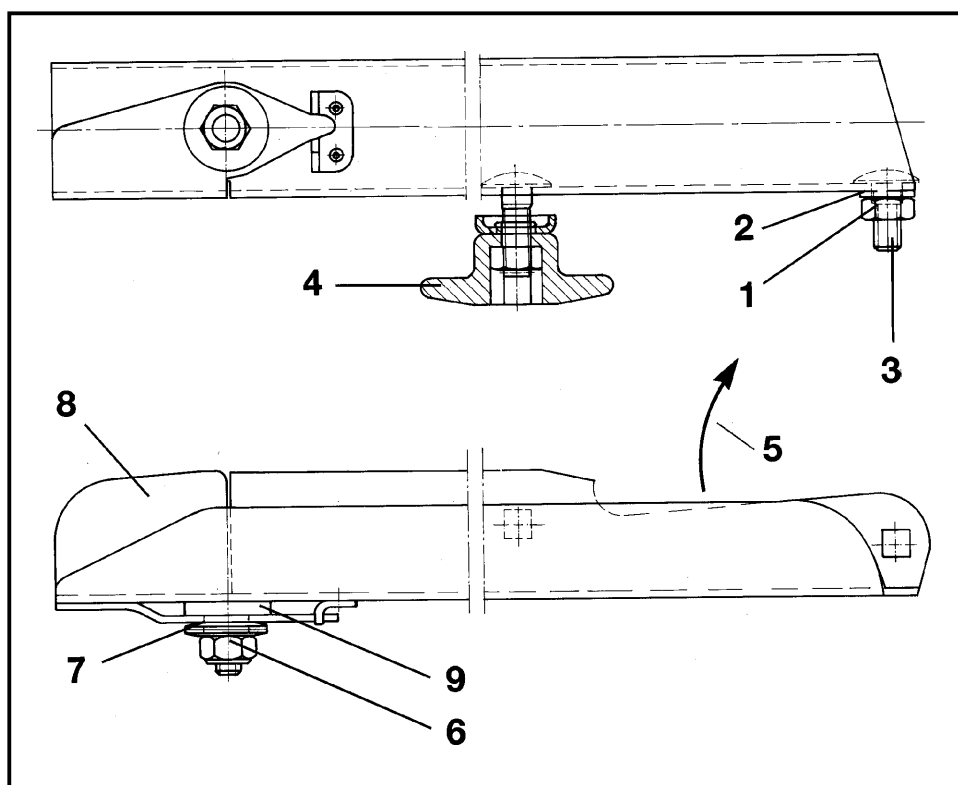

Fig. 9.3
- Odkręcić nakrętkę motylkową (rys.9.3/4) i wymienić łopatkę.